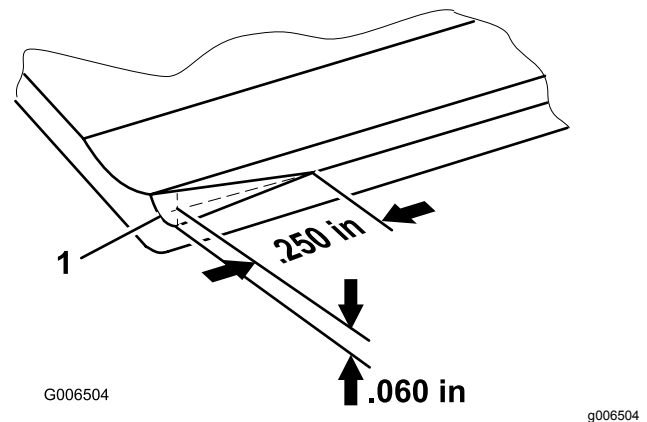

Bild 22
**Hinweis:** Nach gewisser Zeit muss die Abschrägung (Bild 22) geschliffen werden, da sie nur für 40 % der Nutzungsdauer des Untermessers hält.